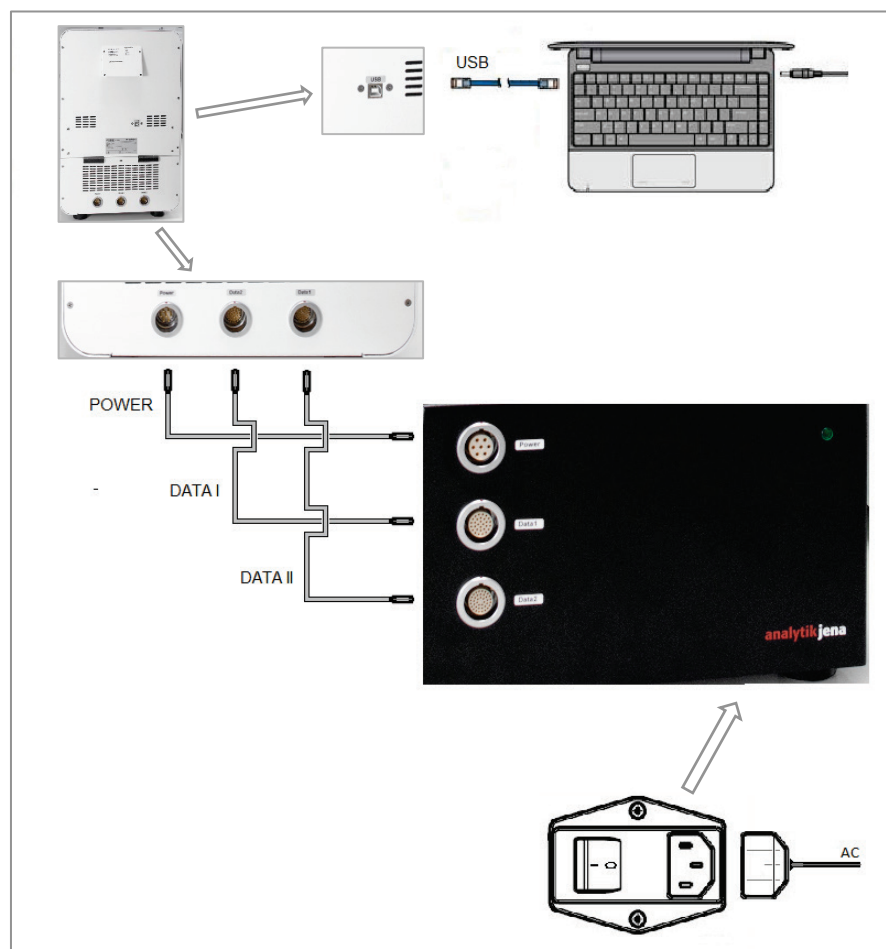

Fig. 11 Raccordement du qTOWER3 auto
3. Raccorder le câble Power et les deux câbles de connexion de données au qTOWER3 auto et au module Power (Fig. 11). Les câbles de connexion (connecteurs enfichables ronds) sont équipés d'un mécanisme de verrouillage push-pull, c'est-à-dire que le mécanisme de verrouillage est automatique lorsque les câbles sont branchés ; avant de relâcher, repousser d'abord la gaine extérieure.